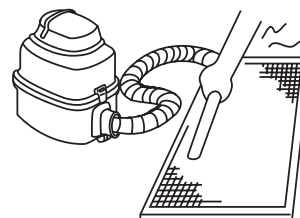

Рис. 6-3
- используя пылесос, располагайте фильтр лицевой стороной вверх (см. рис. 6-3).